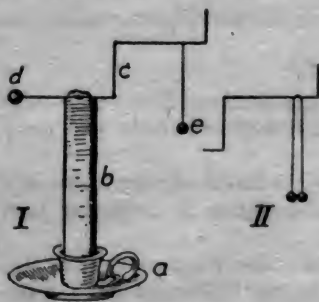

Abb. 63
c) Stelle nach Abb. 63 I einen kleinen Apparat zusammen! a = ein Kerzenhalter, b = eine Siegellackstange, c = ein mehrfach gebogener Kupferdraht, d = eine kleine Holzkugel mit Stanniol umwickelt und so aufgesetzt, daß das Stanniol den Kupferdraht berührt, e = ein Holundermarkkugeln an einem Seidenfaden. Die Siegellackstange wird über einer Kerzenflamme erwärmt, der Draht in die weiche Masse gedrückt.
Beobachtungen: Hänge an einem Seidenfaden 2 Holundermarkkugeln so auf, wie es Abb. 63 II zeigt! Nähere der umwickelten Holzkugel die geriebene Glasröhre oder Siegellackstange, beobachte die beiden Kügelchen! Mache den Seidenfaden naß und mache den gleichen Versuch! Unterschied! — Verwende statt des Seidenfadens einen Leinenfaden! — Lade die beiden Kügelchen (am Leinenfaden) mit Elektrizität und berühre die Holzkugel mit dem Finger, mit einem trockenen, einem nassen Seiden- oder Leinenfaden, mit einer Stricknadel, einem Stück Glas usw.!